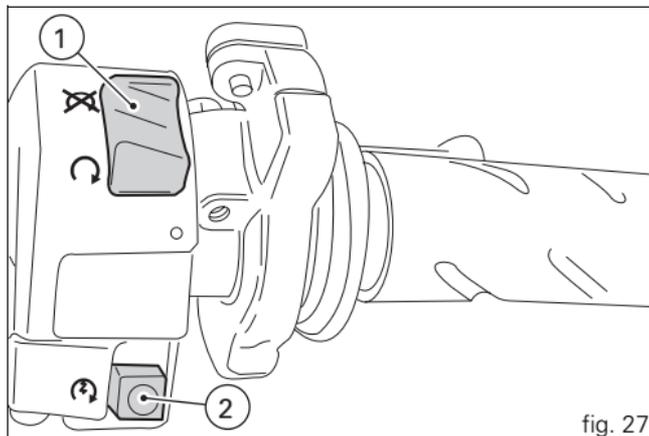

fig. 27
- 3) Controlar que el interruptor de parada (1, fig. 27) esté en **○** (RUN) y presionar el pulsador de encendido (2, fig. 27).